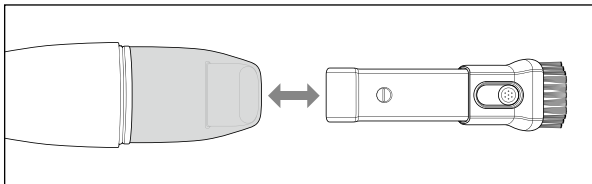

Fig. 2
- ◆ Sostenere l'apparecchio dall'impugnatura ❸ e sfilare il cappuccio di chiusura ❶ dall'apparecchio.
- ◆ Inserire la bocchetta aspiratrice 2-in-1 **12** nell'apertura di aspirazione **2** dell'apparecchio. Nel farlo assicurarsi che il pulsante per la regolazione della bocchetta spazzola sia rivolto verso l'alto (vedere fig. 2).
- ◆ Per togliere nuovamente la bocchetta aspiratrice 2-in-1 **12**, estrarla dall'apertura di aspirazione **2** (vedere fig. 2).